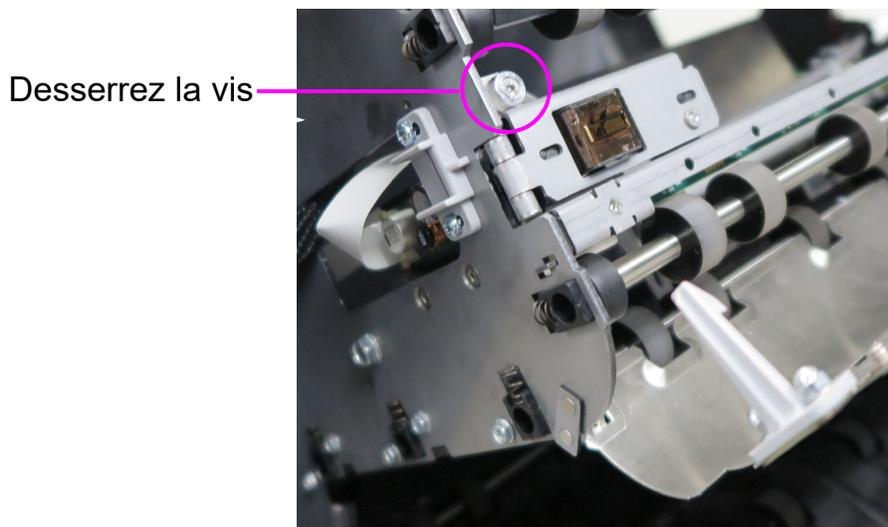

Figure 5-3 : Emplacement de la vis
3. Desserrez la vis comme illustré dans Figure 5-3.